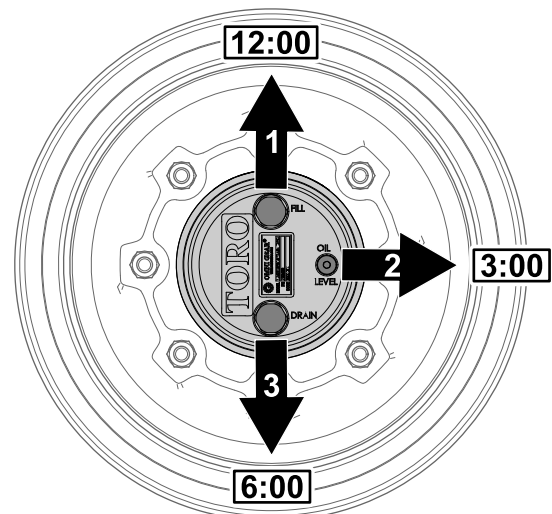

Figura 72
1. Parcai maina pe o suprafață plană și poziționați roata astfel încât buoul de umplere să fie în poziția corespunzătoare orei 12, buoul de verificare în poziția corespunzătoare orei 3 și buoul de golire în poziția corespunzătoare orei 6 (Figura 72).
- Îndepărtați buoul de verificare în poziția corespunzătoare orei 3 (Figura 72).
- Parcați maina pe o suprafață plană, poziționați roata astfel încât buoul de umplere să fie în poziția corespunzătoare orei 12, buoul de verificare în poziția corespunzătoare orei 3 și buoul de golire în poziția corespunzătoare orei 6; consultați Figura 72 din Verificarea